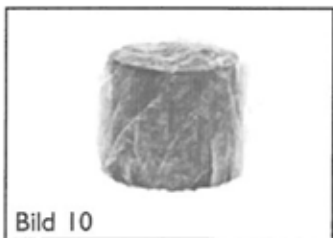

Bild 10
- Ziehen Sie die Netzkabel (5) aus der Steckdose ab.
- Nehmen Sie den Filterschutz vorsichtig ab (falls der Schutz im Betrieb ist; [Bild 10], öffnen Sie den Befestigungsmutter unter dem Filter und nehmen Sie den Filter ab